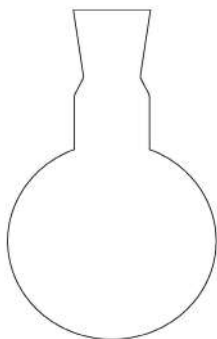

Рис. 27. Колба Вальтера
11. **Колба Вальтера** (рис. 27) (колба широкогорлая круглодонная) — круглодонная колба с низким и широким горлом для введения различных приспособлений через резиновую пробку или без неё.